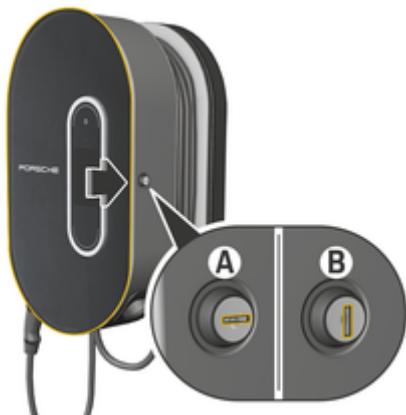

Bild 172: Laddningsdocka
- ▶ Vrid låset till läget **A** (Bild 172).
- ▶ Vrid låset till läget **B** (Bild 172).